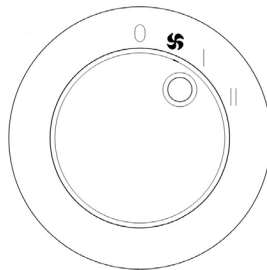

fig. 4
- Per attivare la funzione POTENZA MINIMA, ruotare la manopola "B" (fig. 1) in modo che il riferimento "I" sia allineato al simbolo "I" presente sul pannello comandi (fig. 4).
- To activate MINIMUM POWER function, turn knob "B" (fig. 1) so that reference mark "I" is aligned with the "I" symbol on the control panel (fig. 4).